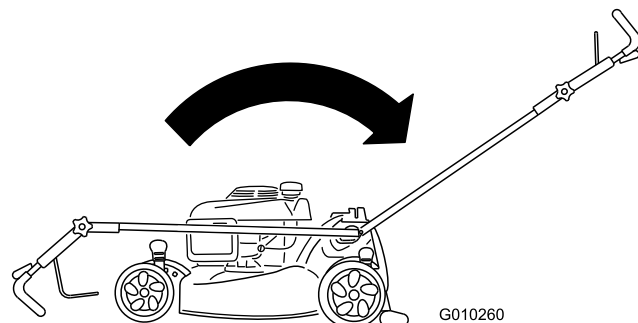

Figura 56
2. Mueva el manillar a la posición vertical (Figura 56).